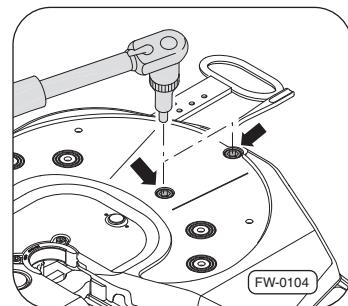

Fig. 27 · Montage de la plaque de la sellette d'attelage sur les sabots d'appui
3. Visser les nouvelles vis (4x) ⇒ Fig. 27, –flèche– des sabots d'appui et les serrer au couple indiqué ⇒ Page 37.